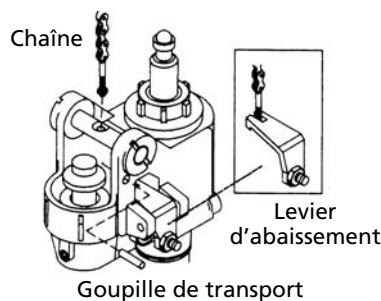

Figure 3 – Levier d'abaissement
4. Enfiler la chaîne (fournie avec le manche) dans le trou de l'axe du manche. L'accrocher au levier d'abaissement (voir Figure 3).